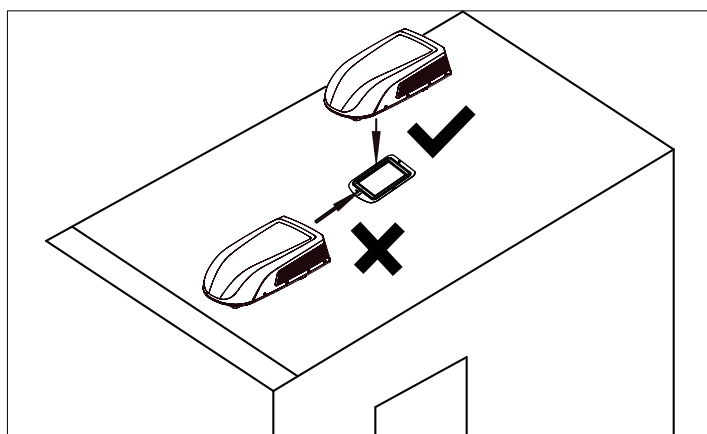

Figura 4-2
2) Posizionarlo sulla piastra di montaggio dell'oblò del tetto preparata in modo che il nastro sigillante dell'unità esterna sia allineato con la scanalatura sulla superficie della piastra di montaggio. Non tirare l'unità esterna. In caso contrario, la guarnizione potrebbe cadere (vedere Figura 4-2).